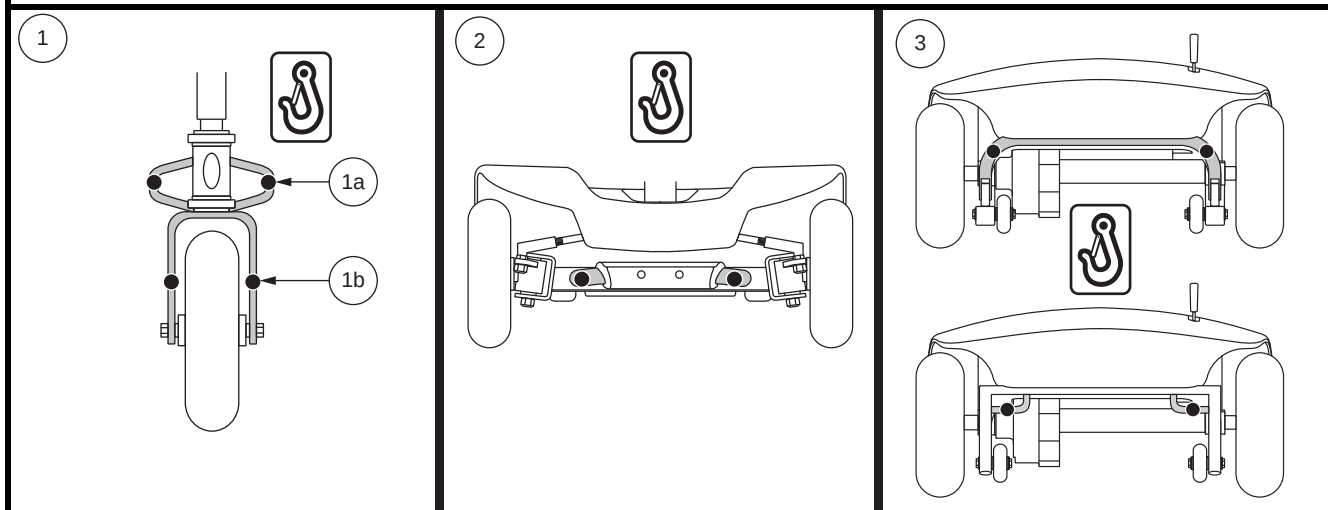

Figure 10. Points d'ancrage (Identifié avec des points noirs)
Le Travel Scooter doit toujours être ancrés face à l'avant du véhicule. Fixez les quatre (4) courroies aux points d'ancrage désignés sur le Travel Scooter. **Voir la figure 10.** Serrez-bien les courroies pour retirer le jeu excessif. N'attachez jamais le Travel Scooter par ses composantes réglables ou mobiles tels que les accoudoirs, capots ou roues. Ces articles devraient être enlevés. Positionnez les points d'ancrage arrière des courroies directement derrière le Travel Scooter. Les points d'ancrage avant sont disposés plus loin de chaque côté du Travel Scooter afin d'augmenter la stabilité latérale.